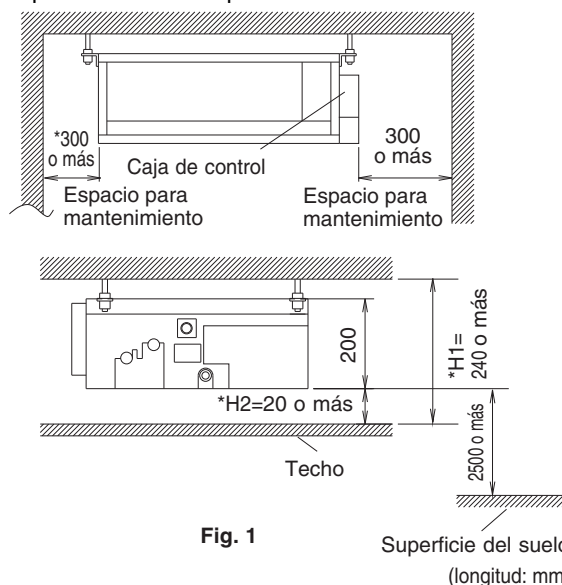

Fig. 1
- (1) **Seleccione un lugar para la instalación que cumpla con las siguientes condiciones y solicite el visto bueno de su cliente.**
- Donde haya suficiente espacio libre alrededor como para hacer los trabajos de servicio y de mantenimiento con facilidad. **(Refiérase a la Fig. 1)**